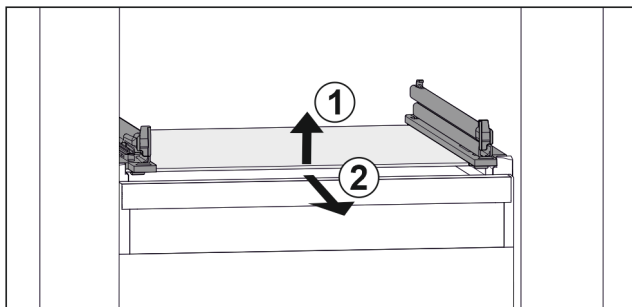

Fig. 108 Simbolična slika steklene plošče
- ▶ Steklenu ploščo dvignite v smeri naprej. Fig. 108 (1)
- ▶ Steklenu ploščo odstranite v smeri naprej. Fig. 108 (2)